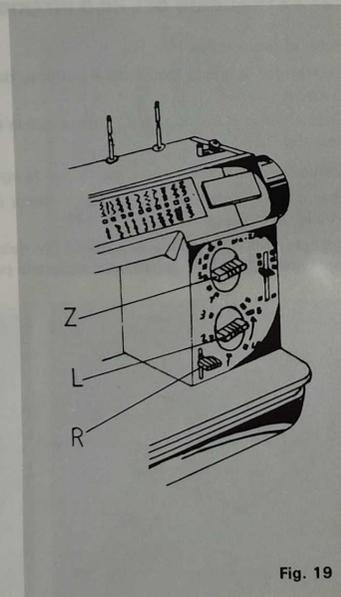

Fig. 19
14.º REGULACION DE LA LONGITUD DE PUNTADA (fig. 19)
15.º AMPLITUD DE GIZ-ZAG (fig. 19)
Para la confección de los dibujos de la parte inferior de la tabla, el mando L (fig. 19) siempre debe estar situado en el punto S (color naranja).